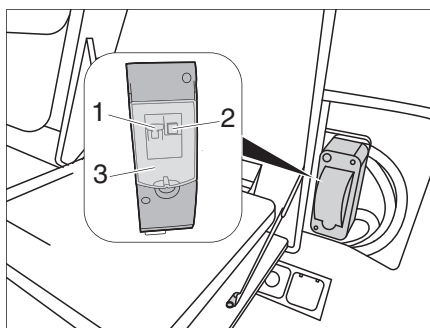

Fig. 40 Interruttore di sicurezza a 230 V
La rete elettrica a 230 Volt (collegamento esterno) è dotata di un interruttore di sicurezza (Fig. 40). Questo serve soprattutto alla protezione di linea. La scatola dei fusibili si trova nella parte posteriore del veicolo a destra del vano fornelli, dietro uno sportello. L'interruttore di sicurezza interviene in caso di cortocircuito o sovraccarico nella rete di linea.
- Aprire lo sportellino (Fig. 40,3).
Il collegamento a 230 V è protetto da un interruttore di sicurezza bipolare (Fig. 40,1).
- ▷ L'interruttore FI (Fig. 40,2) per 230 Volt dovrebbe essere fatto scattare almeno una volta l'anno, in modo che il meccanismo non "si incollì" e il tempo di attivazione non si prolunghi.